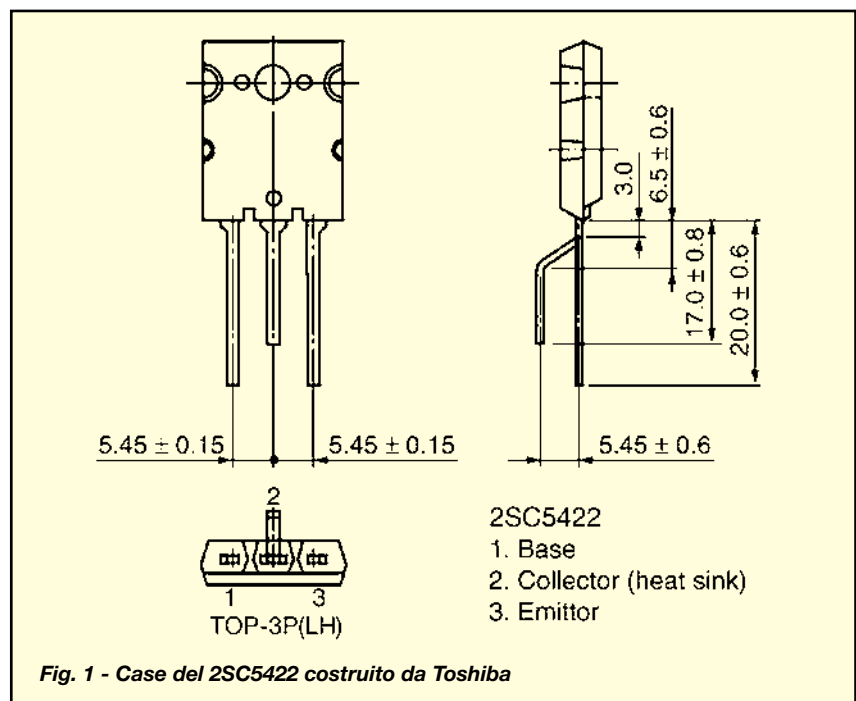

Fig. 1 - Case del 2SC5422 costruito da Toshiba
Stavolta le saldature non centrano. La temperatura del case (visibile in Fig. 1) Type TO-3P (LH), tanto per cambiare, è elevatissima!